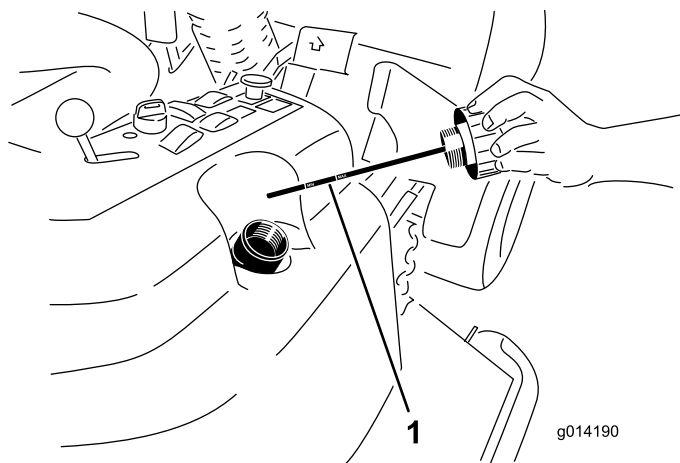

Bild 49
2. Nehmen Sie den Deckel des Hydraulikbehälters vom Einfüllstutzen ab (Bild 49).
3. Nehmen Sie den Messstab heraus und wischen Sie ihn mit einem sauberen Lappen ab (Bild 49).
4. Stecken Sie den Messstab in den Einfüllstutzen und ziehen ihn dann heraus, um den Ölstand zu prüfen (Bild 49).